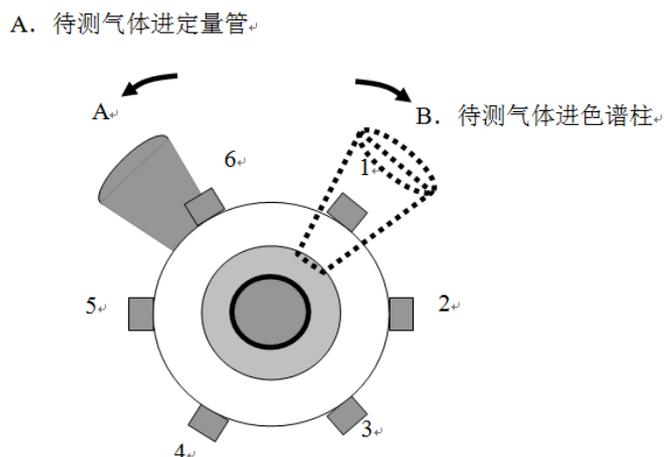
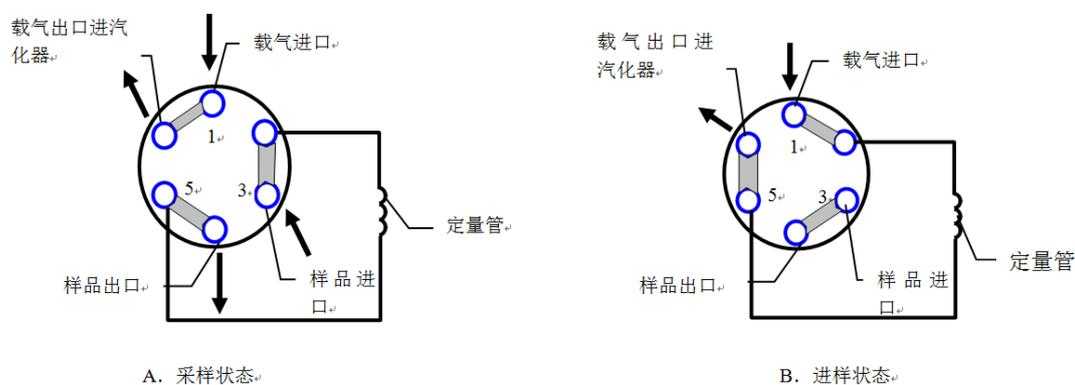

图 5-2 气体进样器采样及进样状态
图 5-3 气体进样器（平面六通阀）功能结构示意图
气体进样器（平面六通阀）是 9890 系列气相色谱仪的选配件，用于气体样品的进样分析。气体进样器（平面六通阀）的结构及工作状态如图 5-2、图 5-3 所示。在采样状态下，气体样品进入气体进样器（平面六通阀）的定量管；在进样状态下，载气将定量管中的样品带入填充色谱柱，完成进样过程。载气流量由载气稳流阀进行设置，载气压力表指示的是填充色谱柱的柱前压力。由于样品处于气体状态，气体进样器通常不必进行温度控制。
3. 参照图 5-2 及图 5-3 连接好载气管道和样品管道。